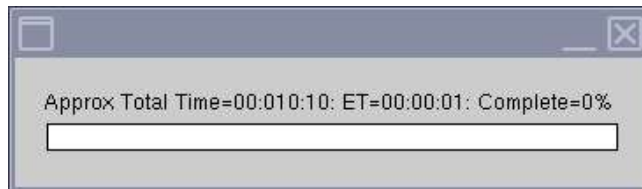

Figura 5
**Observação:** a janela Status da GUI da ferramenta MCQA será atualizada continuamente, fornecendo informações sobre o que a ferramenta está fazendo em determinado momento. Aparecerá uma barra de tempo (Figura 5), exibindo o tempo total aproximado do teste, o tempo transcorrido e a percentual já concluído.